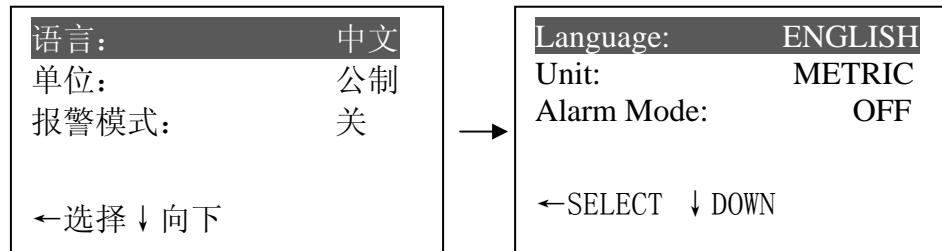
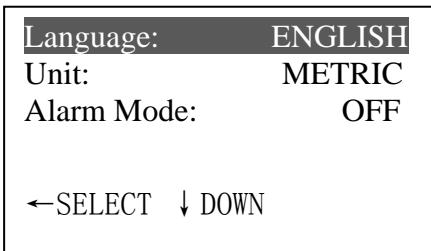

图 25
图 26
- 按↑或↓键选择语言，按←键循环显示中文和英文，（如图 25 和图 26）：